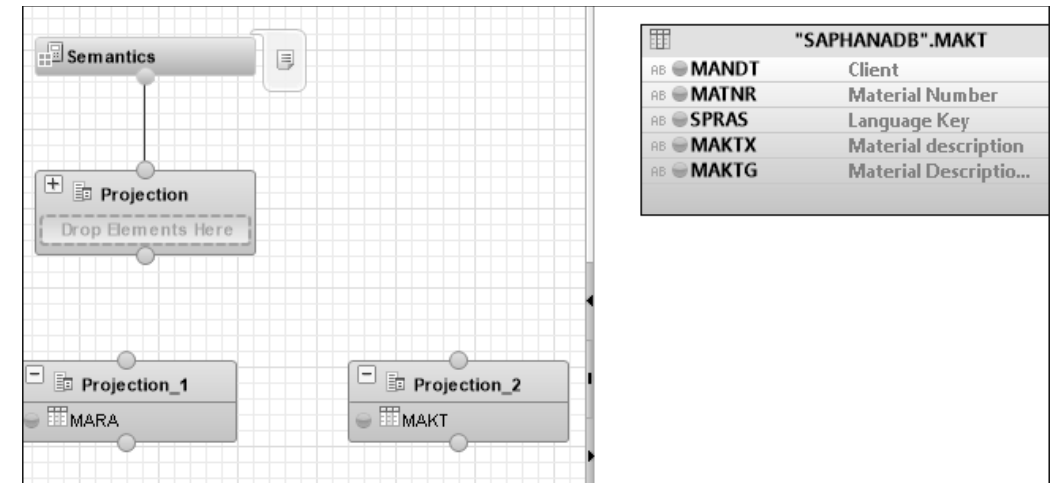

Abbildung 3.44 Attribute der Tabelle MAKT auswählen
3. Klicken Sie nun auf den Projektionsknoten **Projection_2**, und wählen Sie die Attribute **MANDT**, **MATNR**, **SPRAS**, **MAKTX** und **MAKTG** aus, also alle Felder der Tabelle **MAKT** (siehe Abbildung 3.44).